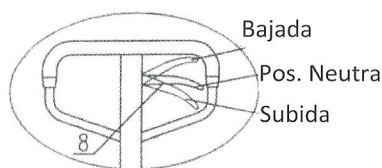
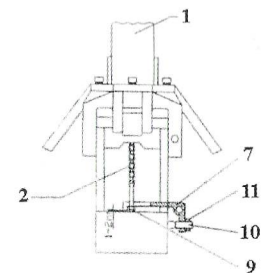

Fig. 4
Fig. 9
5. Probar las distintas posiciones de la manilla (pos. 8 fig. 4) para comprobar el correcto funcionamiento de la transpaleta en lo referente a la elevación, posición neutra y bajada.
3. Elevar la palanca (pos. 7 fig. 9) con una varilla de hierro y colocar el tornillo y la tuerca al final de la cadena (pos. 2 fig. 9) dentro de la hendidura del pedal. Quitar la varilla de hierro para completar el montaje.
4. Poner la manilla (pos. 8 fig. 4) en la posición de subida y ajustar la tuerca (pos. 10 fig. 9) al final de la cadena (pos. 2 fig. 9) para elevar el pedal (pos. 7 fig. 9) a una distancia de 1-2mm del pedestal. Este proceso es normalmente innecesario para una transpaleta nueva.
Para el manejo, elevación y descenso, de la carga, se ha de actuar sobre la manilla (pos. 8 fig. 4) del mango.
- Poner la manilla (pos. 8 fig. 4) en la posición de bajada. Bascular el mango hacia arriba y hacia abajo varias veces.